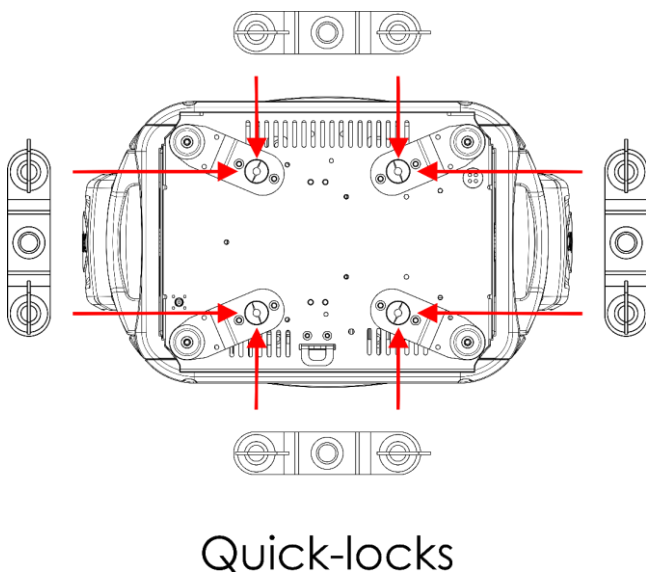

Fig. 06
- 01) Serrare le 2 staffe quick lock, fornite in dotazione con il dispositivo, sulle **staffe di montaggio per le staffe quick lock (13)**. Sarà possibile posizionare le staffe quick lock in due modi, come indicato nella Fig. 06.